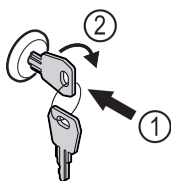

Fig. 86 Ilustrační zobrazení
- Klíč zasuňte dovnitř Fig. 86 (1).
- Otácejte klíčem o 90° ve směru hodinových ručiček Fig. 86 (2).